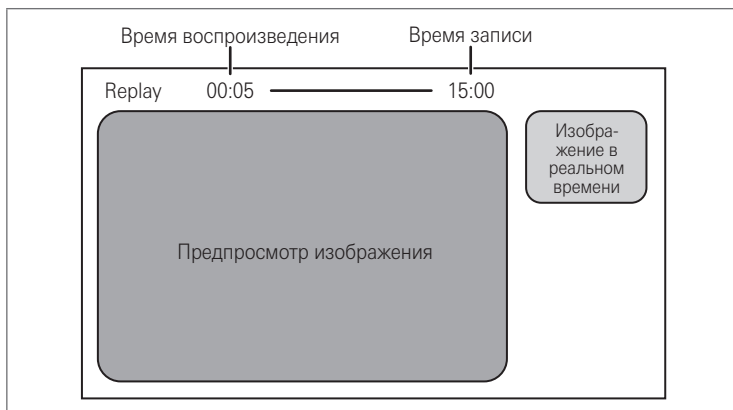

Рис. 5.57
- Если коснуться кнопки [Show], то изображение, показанное на сенсорной панели, появляется на мониторе. (Рис. 5.57)